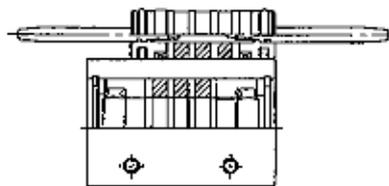

图2 方向性错误时的位置关系
- ③磁环的构成部(活塞移动体、外部移动体)绝对不能分解。否则,会成为保持力降低、误动作发生的原因。
- ④在操作外部移动体、活塞移动体时,请取下手表后作业。否则有可能因强力磁气而引起故障。
⑤如果磁环掉到地上或者碰撞到金属件上会引起损坏,故在操作活塞移动体以及外部移动体时,请十分注意。
⑥注意外部移动体和活塞移动体的方向性(仅REAS10)。将外部移动体(滑块)与活塞移动体呈互相吸着如下图所示的位置状态下插入缸筒。如果是错误位置关系时(图2),将活塞移动体反转180度插入。如果组装时方向性错误,则得不到所定的保持力。